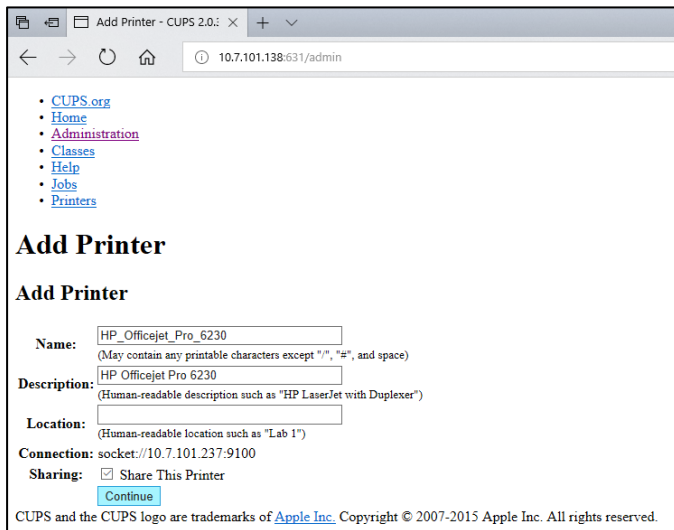

Figura 79. Ecrã Add printer (Adicionar impressora).
5. Selecione Share this printer (Partilhar esta impressora) e prima Continue (Continuar) (Figura 79).